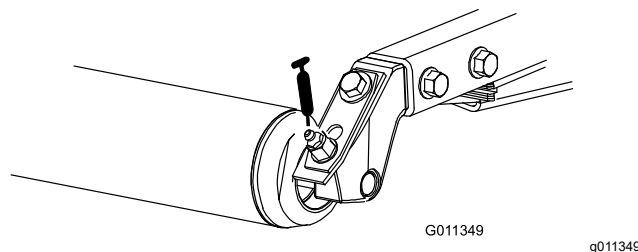

Bild 11
- Heckrollenlager (2 pro Schneideinheit)—Bild 11